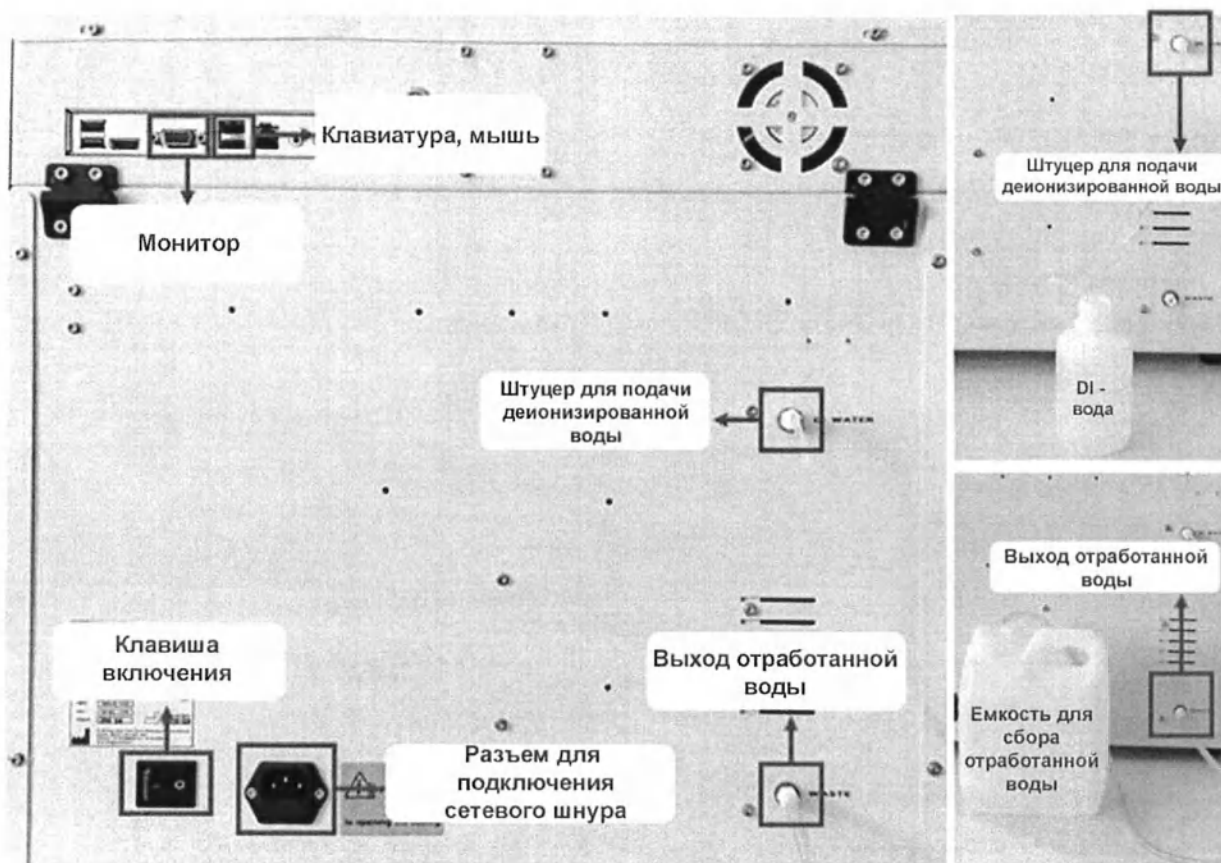

Рисунок 19
9.5.2.1 Убедитесь, что каждый компонент правильно подключен к Q-PROCESSOR [Рисунок 19].